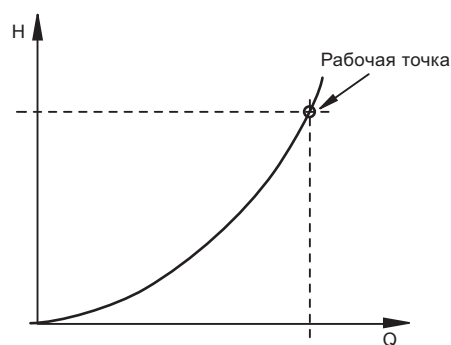

Рис. 1 Характеристика системы
По оси X отметить требуемый максимальный расход (Q), по оси Y – максимальные потери давления (H). См. рис. 1.